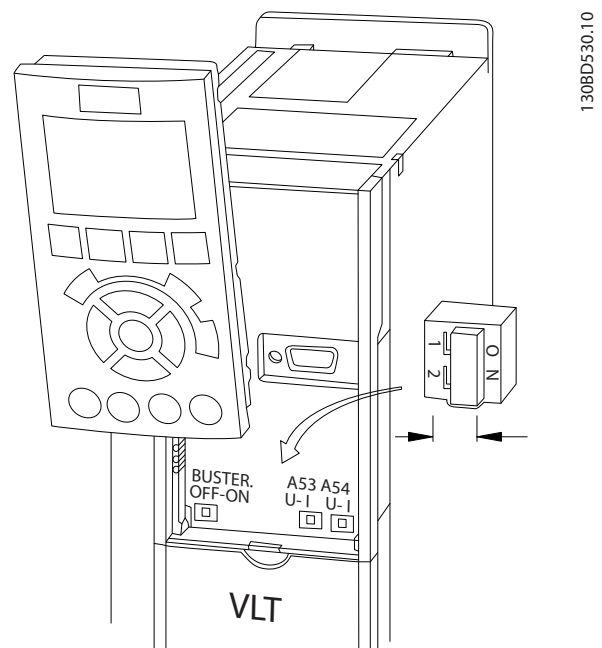

図 4.10 端子 53 と 54 スイッチの位置
1. LCP (ローカル・コントロール・パネル) を外します(図 4.10 を参照)。